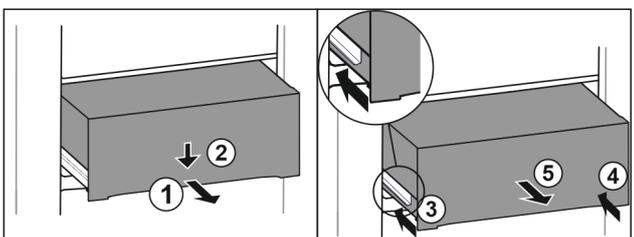

Fig. 100
- Tirer le tiroir jusqu'à mi-chemin. Fig. 100 (1)
- Appuyer sur l'avant du tiroir vers le bas. Fig. 100 (2)
- Insérer le rail gauche d'env. 2 cm. Fig. 100 (3)
- Insérer le rail droit d'env. 2 cm. Fig. 100 (4)
- Retirer le tiroir par l'avant. Fig. 100 (5)